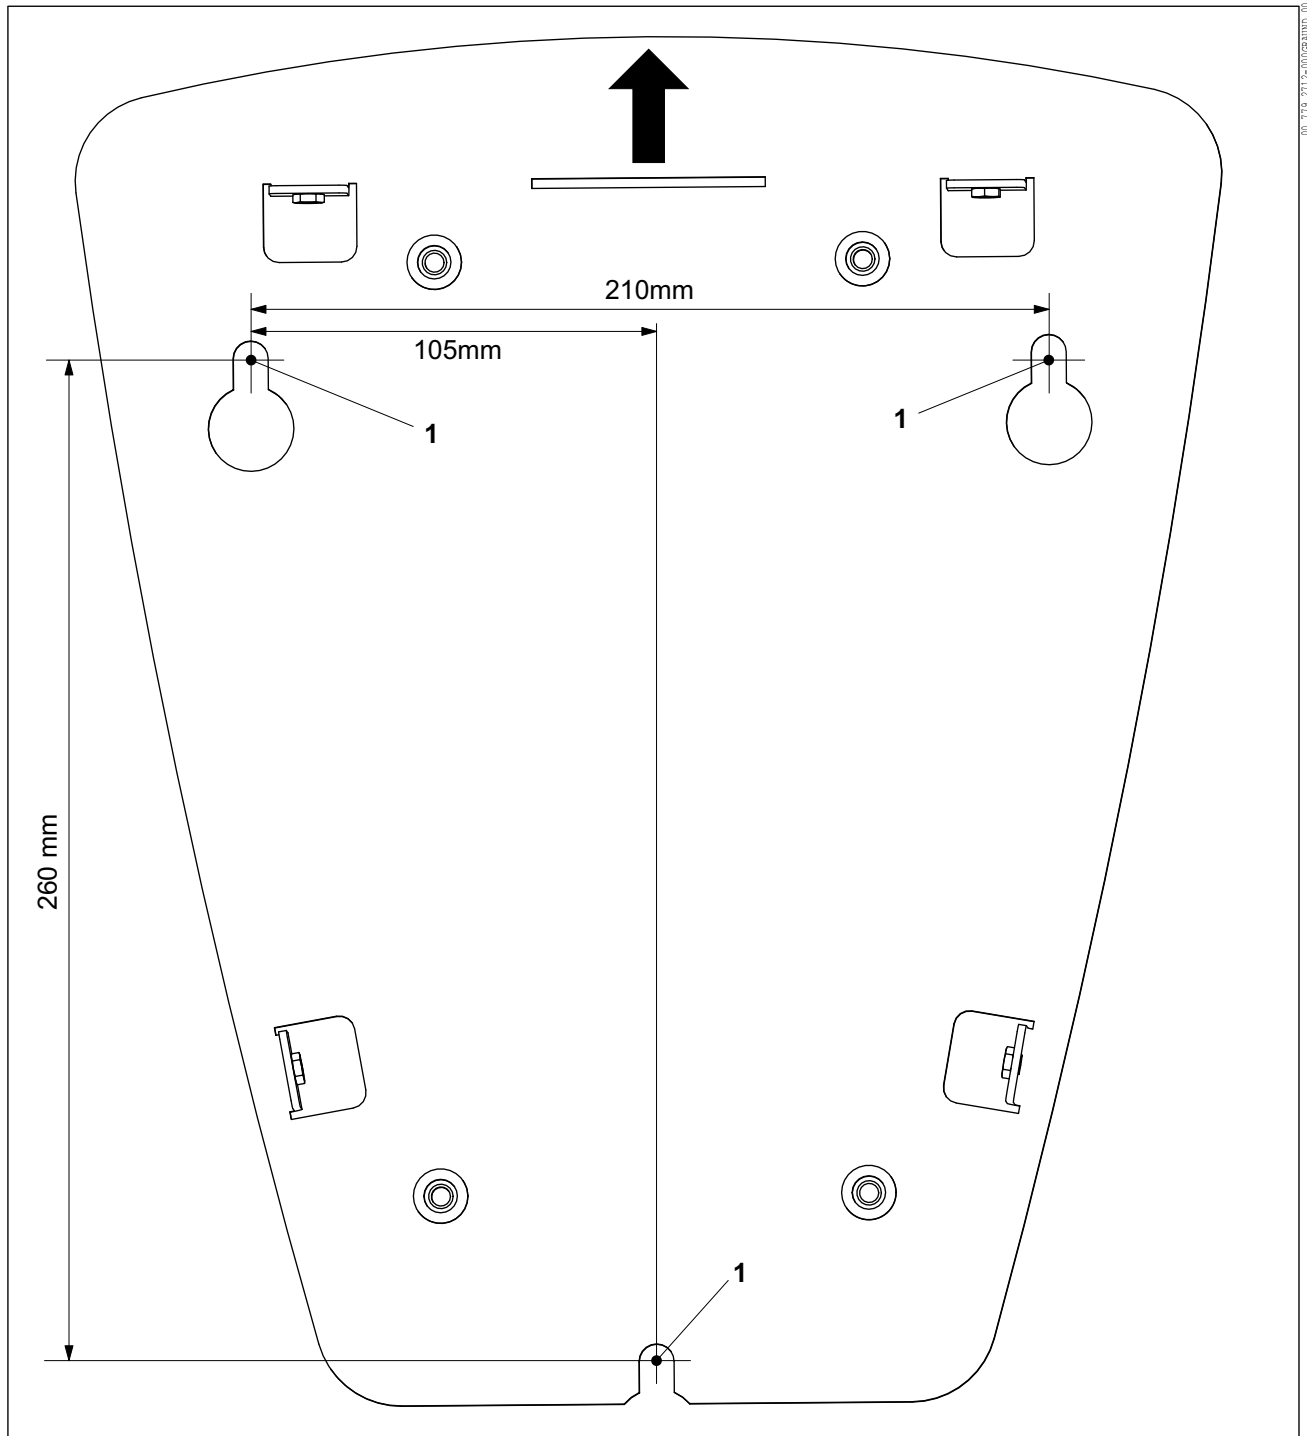

Abb. 2 Bohrplan der Heidelberg Wallbox Home Eco
1. Die drei Befestigungsbohrungen (Abb. 2/1) laut Bohrplan anzeichnen.